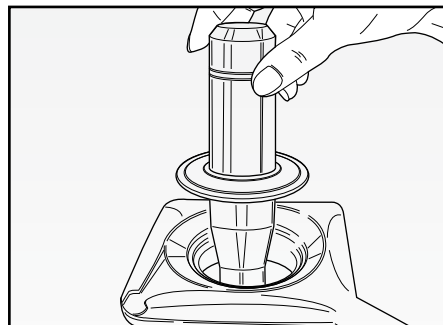

Fig. 5
- Durante l'uso, è possibile aggiungere alimenti nel contenitore, sollevando il tappo (A), dopo aver spento l'apparecchio. Spingere gli alimenti inseriti con l'ausilio del premicibo (M) (Fig. 5).